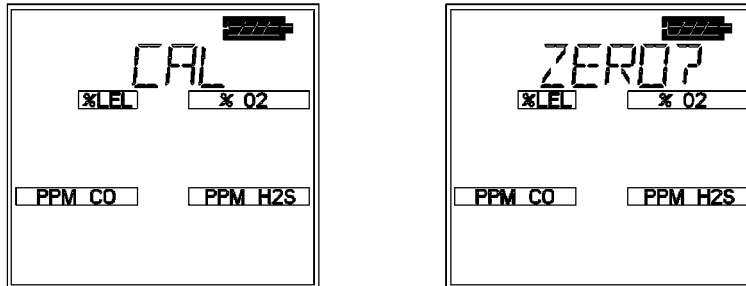

Figure 4-2. Indicateur du zéro
3. Maintenez appuyé le bouton RESET jusqu'à ce que clignote **CAL ZERO?** sur l'afficheur (FIGURE 4-2).